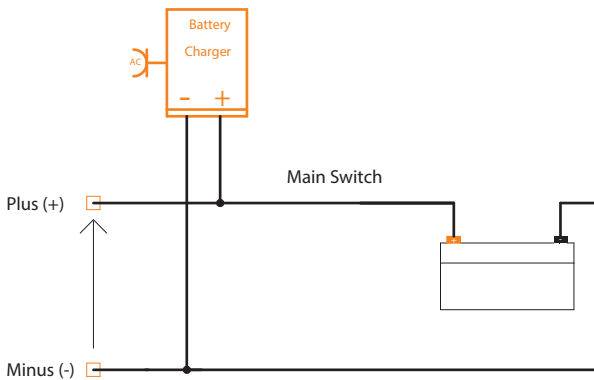

Figure 5. Connexion d'un chargeur à la batterie.
5. Connectez le chargeur à la batterie Li-ion (Figure 5).